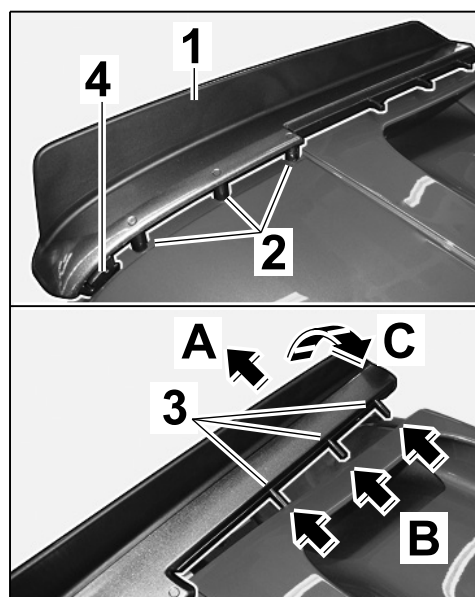

Рис. 13
- 7.3.3 Вставить новый нижний спойлер $\Rightarrow$ Рис. 13 -1- в направляющие $\Rightarrow$ Рис. 13 -2- и продольное отверстие $\Rightarrow$ Рис. 13 -4-. Потянуть нижний спойлер назад $\Rightarrow$ Рис. 13 -стрелка А-, откинуть вниз и провести нижний спойлер вперед таким образом, чтобы ребра $\Rightarrow$ Рис. 13 -3- вошли под передний спойлер $\Rightarrow$ Рис. 13 -стрелки В-.